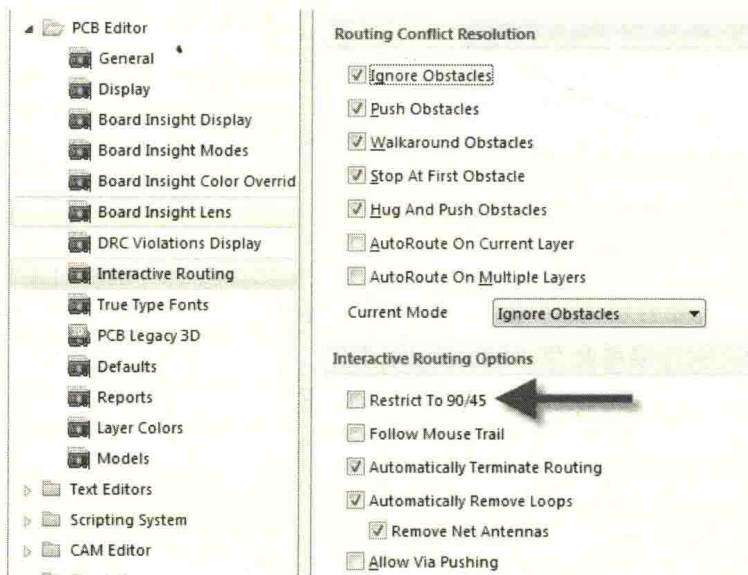

图 15-5 任意角度走线的设置
答：(1) 在 PCB 设计交互界面中，执行菜单命令“DXP-Preferences-PCB Editor”，或者按快捷键“TP”，找到“Interactive Routing”选项，把“Restrict To 90 / 45”处于非使能状态，再回到 PCB 设计交互界面中就可以任意角度走线了，如图 15-5 所示。
- (2) 在走线状态下按快捷键“Shift+空格”，进行切换。